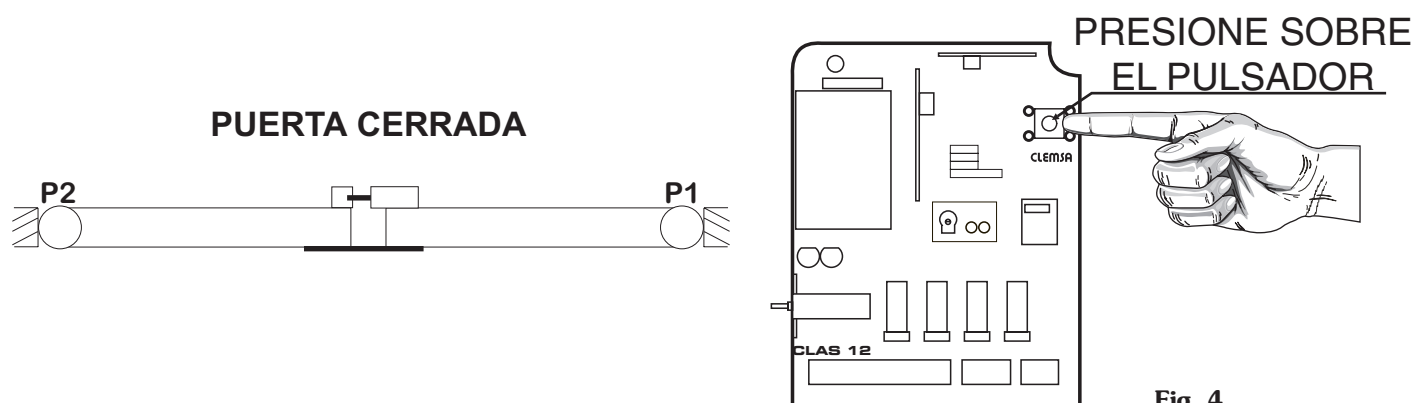

Fig. 4
**1º.-** Con la Puerta cerrada, conecte el Cuadro y presione sobre el pulsador de programación situado en la zona derecha del Cuadro de Control. El diodo indicador de la Lámpara de señalización (diodo amarillo en el centro) lucirá permanentemente, esto indica que estamos en programación (Fig. 4).